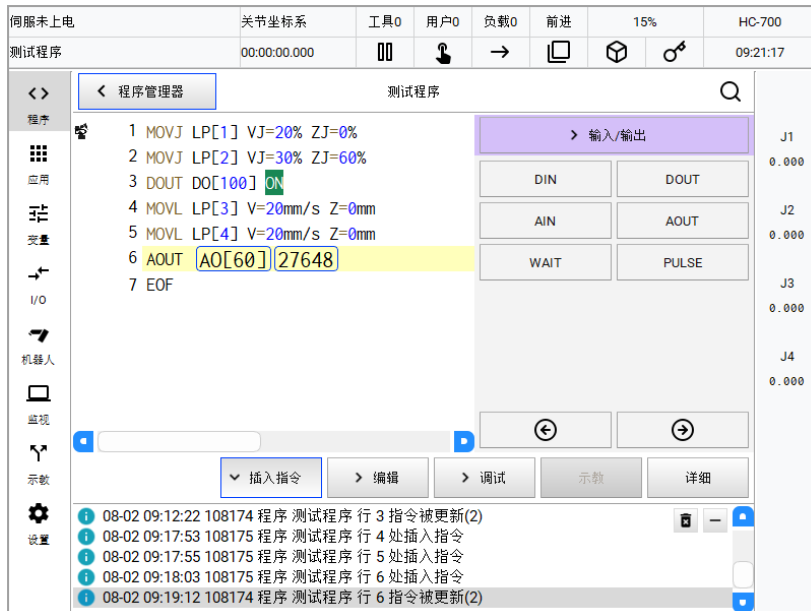

图7-9 编辑程序界面-3
5. 点击【插入指令】-【输入/输出】-【DOUT】-【详细】，如图7-9所示。